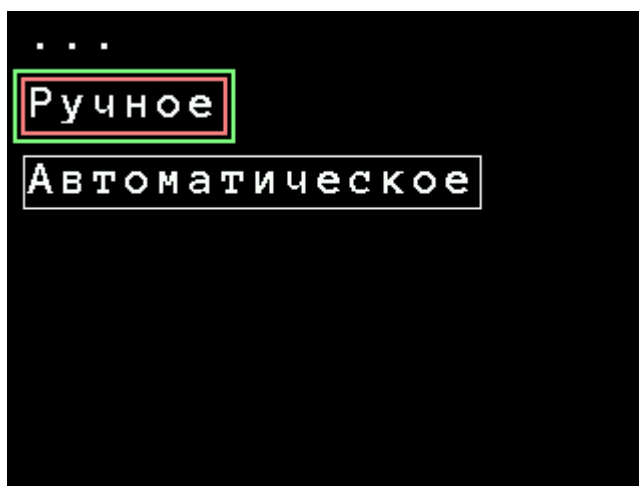

Рисунок 2.8. Подменю выбора режима управления пределами измерения
- «Управл. ампл.» – подменю выбора режима управления пределами измерения амплитудных значений напряжения (см. рисунок 2.8);
2.3.3.4 Подменю выбора режима управления пределами измерения амплитудных значений напряжения (рисунок 2.8) содержит два элемента: